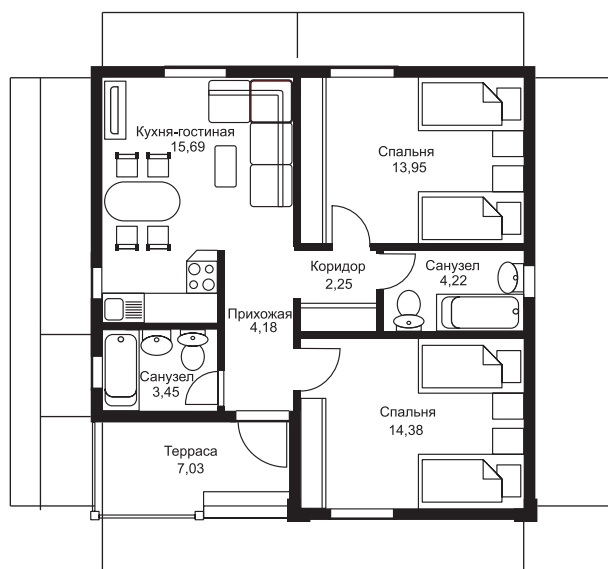

Рис. 1.8. Проект дома
- ☐ проект дома (рис. 1.8), содержащий план фундаментов;